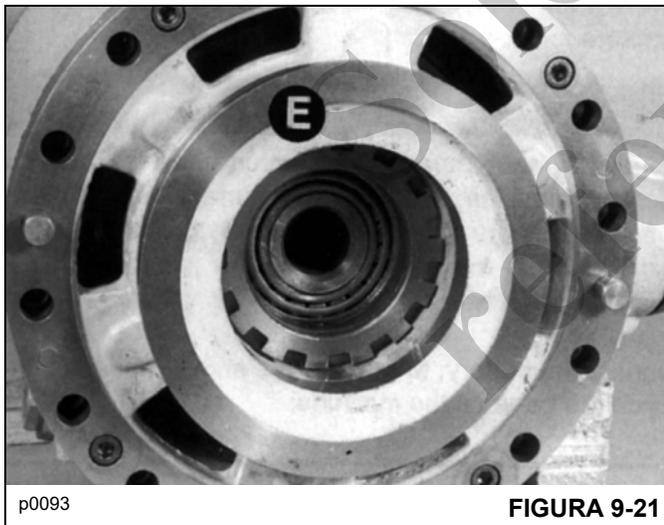

FIGURA 9-21
2. Cuidadosamente presione el émbolo **E** (Figura 9-21) completamente en su caja.